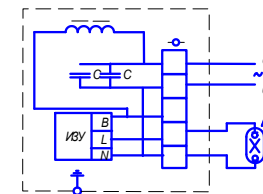

Рис. 2
8.2 Для подключения аппарата к сети лампе нужно: а) снять крышку, отвернув винты; б) пропустить кабели через ниппели и произвести монтаж согласно схемы, указанной на рис.2; в) установить крышку в первоначальное положение, завернув винты.